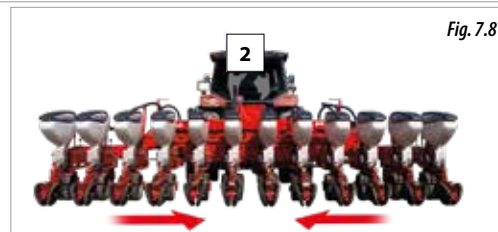

Fig. 7.8
- 3- Rabatați șasiul central (Fig. 7.8), procedând astfel pentru toate utilajele cu excepția utilajelor rabatabile cu șasiu central fix și șasiu variant manual.